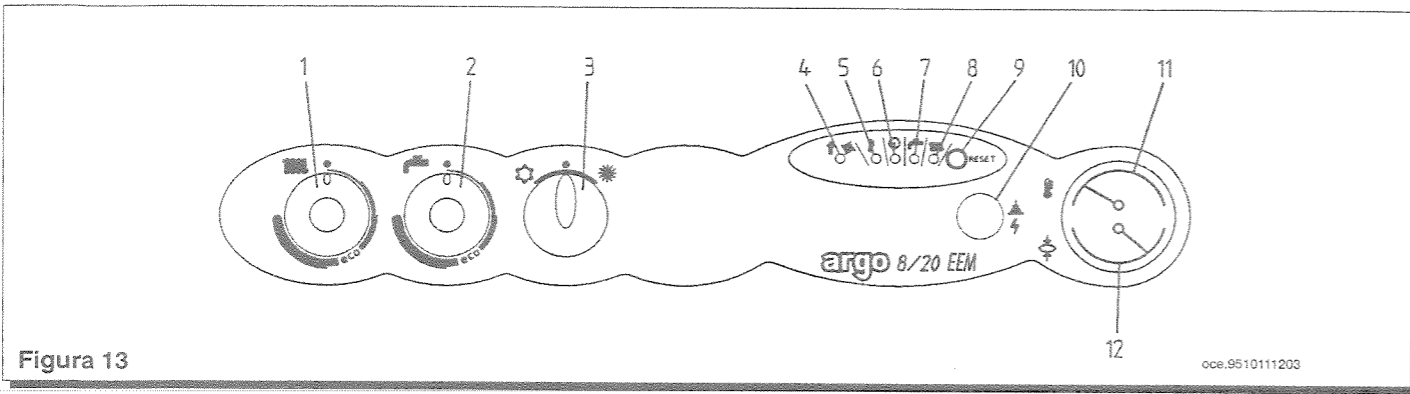

Figura 13
- * aprire il rubinetto gas e ruotare la manopola (3) di figura 13 predisponendo la caldaia in posizione Estate
Con questo potenziometro è possibile regolare il tempo di attesa in riscaldamento ad ogni intervento del dispositivo di regolazione (1 figura 13 pagina 22) da 1 a 7 minuti.